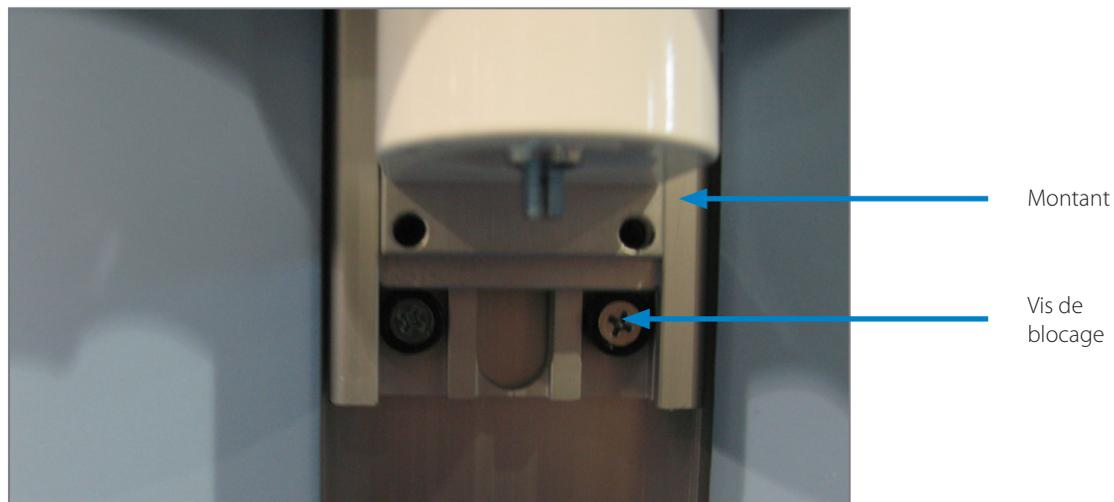

Figure 5
3. Si l'accessoire doit être installé sur la partie inférieure du montant, retirez d'abord les vis des butées d'arrêt au bas du montant à l'aide d'un tournevis Phillips (**Figure 5**) et guidez ensuite l'adaptateur MON par le bas du montant. Pour plus de détails, veuillez vous référer au manuel d'instructions de l'accessoire pour connaître les directives d'installation sur un rail MRS.
5. Réinstallez les vis des butées d'arrêt au bas du montant (**Figure 5**).